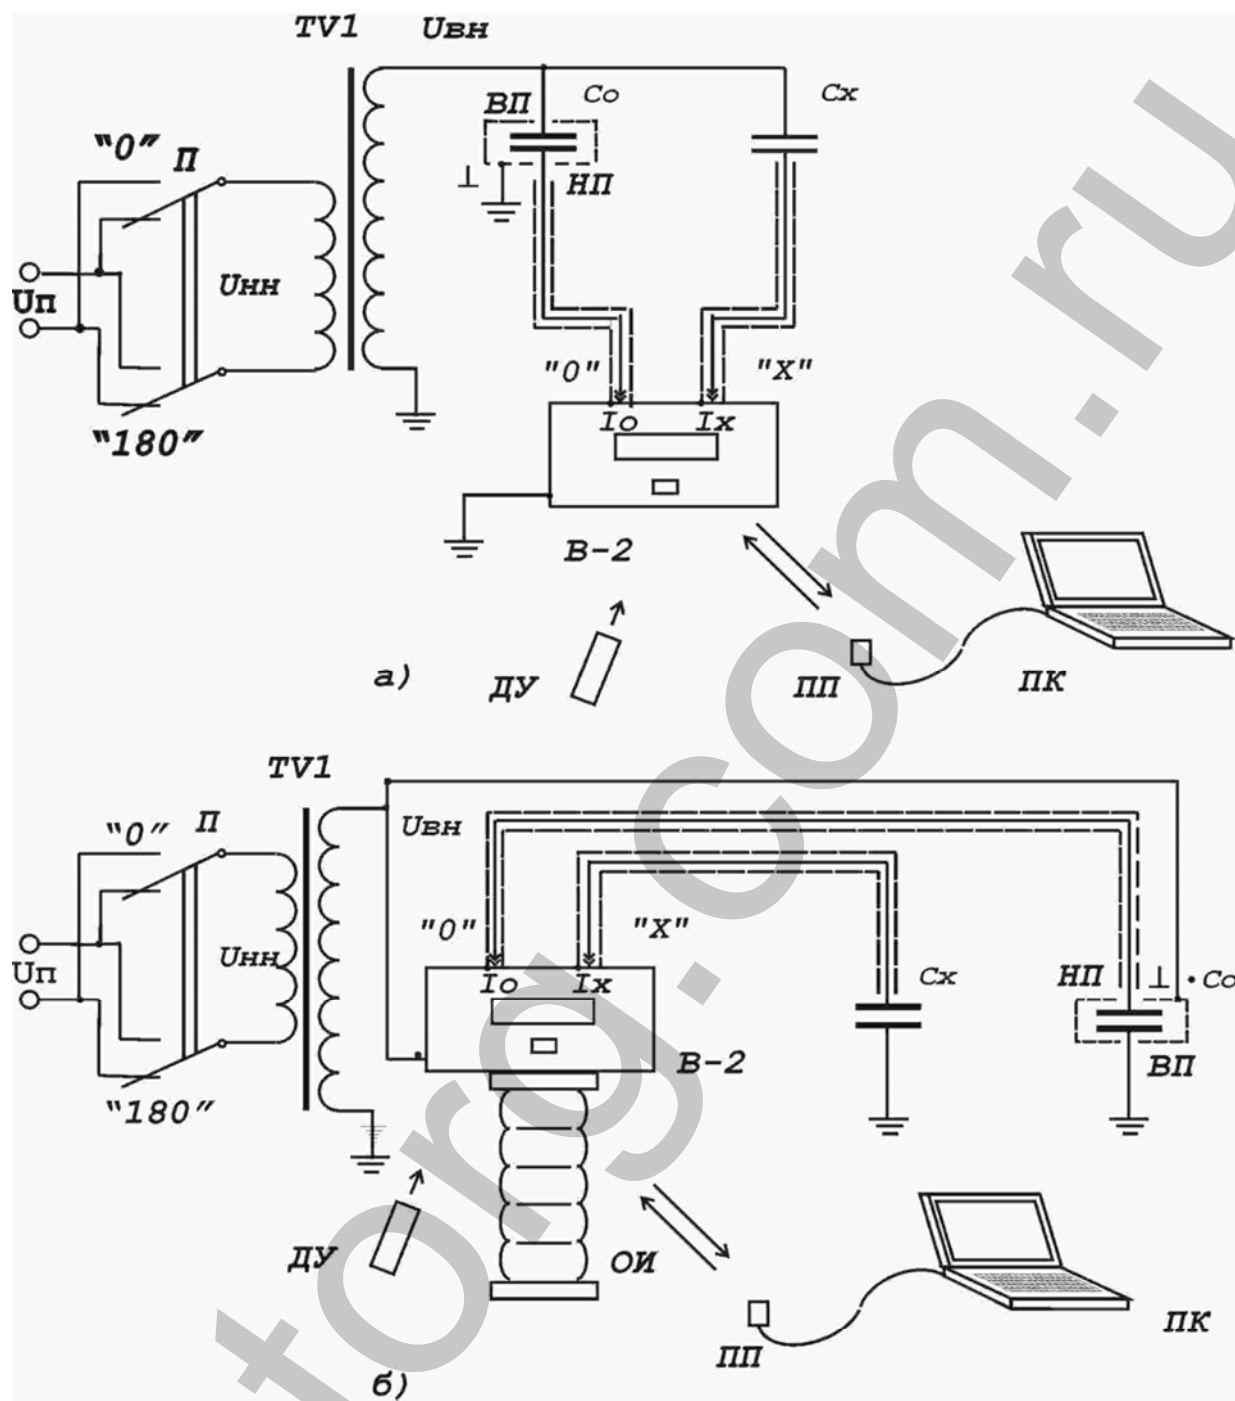

Рис. 4 Схемы измерений диэлектрических параметров высоковольтной изоляции.
2.2.4. Для измерений по «прямой» схеме собрать принципиальную электрическую схему, показанную на рис.4а, где TV1 - испытательный трансформатор, Со – внешняя меры
2.2.5. Чтобы собрать «инверсную» схему измерений (рис.4б), необходимо: